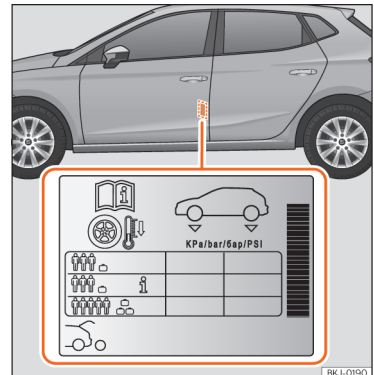

Abb. 180 Einbauort des Aufklebers für den Reifenfülldruck.
- Passen Sie bei größerer Zuladung den Reifendruck entsprechend an »» (Abb. 180).
Die Angaben zum Reifenfülldruck befinden sich auf dem Aufkleber an der Fahrertürsäule »» (Abb. 180).
fülldruck entsprechend dem auf dem Reifenfülldruck-Aufkleber angegebenen maximalen Wert erhöht werden »» (Abb. 180).
Füllen Sie bei einem minimierten Notrad (125/70 R16 oder 125/70 R18) auf einen Druck von 4,2 bar, gemäß Angabe auf dem Aufkleber mit den Reifendruckwerten »» (Abb. 180).
Je nach Fahrzeug kann der Reifenfülldruck auf halbe Last eingestellt werden, um den Fahrkomfort zu verbessern (Reifenfülldruck **i** »» (Abb. 180)). Beim Fahren mit Komfort-Reifen kann sich der Kraftstoffverbrauch leicht erhöhen.
- **Der Fahrer ist verantwortlich für den richtigen Reifenfülldruck an allen Reifen am Fahrzeug. Der empfohlene Reifenfülldruck befindet sich auf einem Aufkleber »» (Abb. 180).**
- **Immer den richtigen Reifenfülldruck am kalten Reifen einhalten, wie auf dem Aufkleber angegeben »» (Abb. 180).**